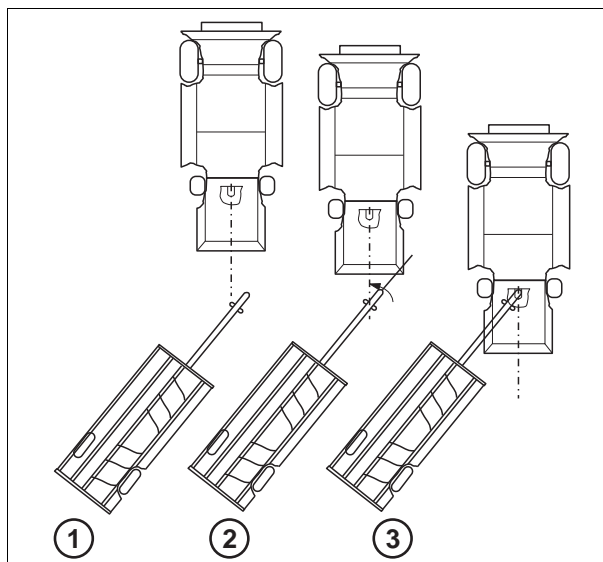

Рис. 1.
1. Подайте комбайн задним ходом к прицепу под углом, как показано на рисунке, рис. 1